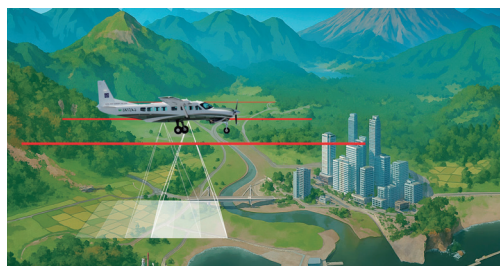

図2 測量計画(赤線)と航空測量の概念図
航空測量では、通常、操縦士1名と航空センサーを操作する撮影士1名の計2名が搭乗し、業務ごとに作成された測量計画に基づき飛行します(図2)。作成される測量計画には、以下の①から④の精度要件が示され、飛行中は常にこれらの要件すべてを満たす必要があります。
- ① 高度：計画高度の±5%以内
- ② 速度：最大速度以下の飛行(例：250km/h以下)
- ③ バンク角^{※1}：最大角度以内で操作(例：30度以内)
- ④ 計画に対する航跡の差異：横方向に20m以内など